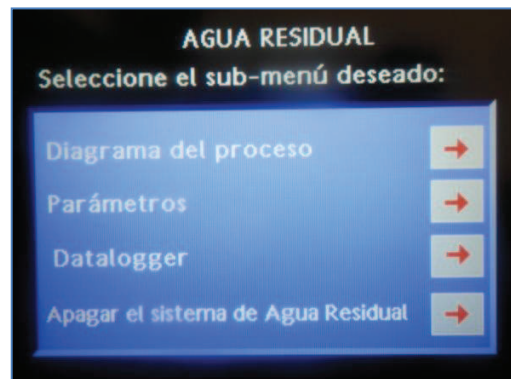

Figura 12. Submenú de Agua Residual
- Una vez verificado que el flujo del agua sea el correcto, se puede regresar a la HMI local, donde la pantalla que se dispone es la del submenú, como se muestra en la Figura 12.